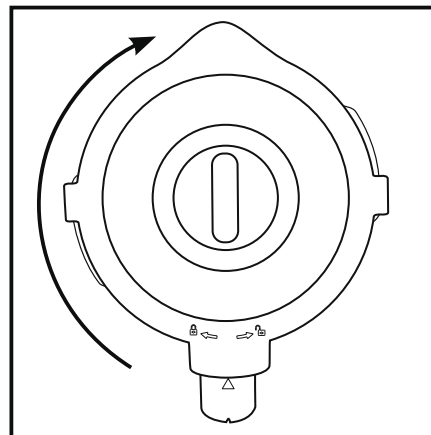

Abb.2
- 4) Drücken Sie den Deckel **2** versetzt wieder fest auf den Mixaufsatz **3** auf. Schließen Sie den Deckel **2**, indem Sie ihn im Uhrzeigersinn in die Position  drehen, bis er hörbar einrastet (siehe Abb. 2). Achten Sie darauf, dass die Ausgießnase am Mixaufsatz **3** verschlossen ist.